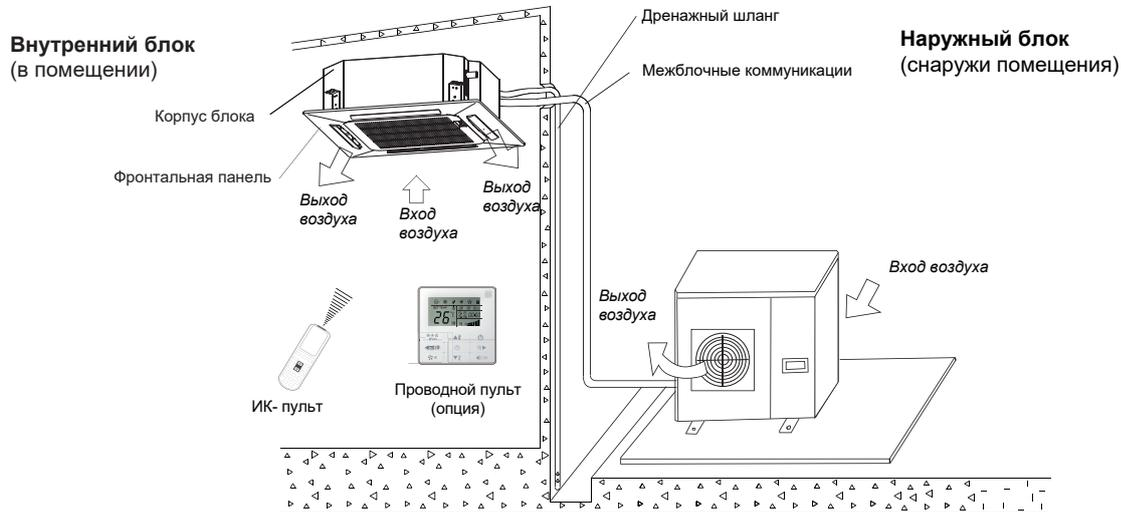

Рис.1.3
- Кондиционер состоит из наружного и внутреннего блоков, объединенных межблочными коммуникациями (фреоновые трубки в изоляции, межблочный кабель (рис.1.3).